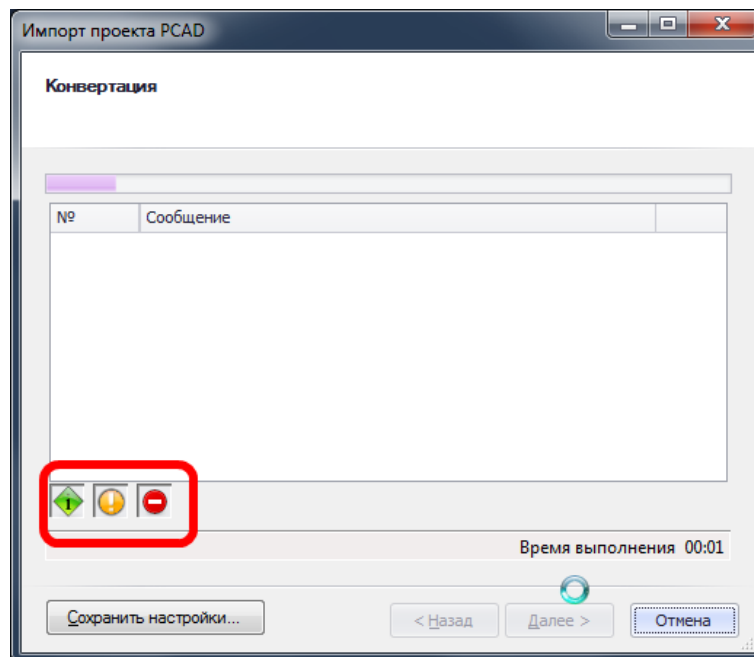

Рис. 366. Процесс импорта
10. В следующем окне мастера отображается процесс импорта, см. Рис. 366.
В процессе импорта составляется протокол, который отображается в окне мастера, см. Рис. 366. После завершения импорта данных есть возможность просмотреть протокол импорта. При помощи кнопок, расположенных под протоколом, протокол фильтруется. При нажатии кнопки  - «Ошибка» в протоколе будут отображаться записи о произошедших во время импорта ошибках. При нажатии кнопки  - «Предупреждение» в протоколе будут отображаться предупреждения о возможных ошибках в импортируемых элементах библиотеки. При нажатии кнопки  - «Сообщение» в протоколе будут отображаться записи об успешно импортированных элементах библиотеки.